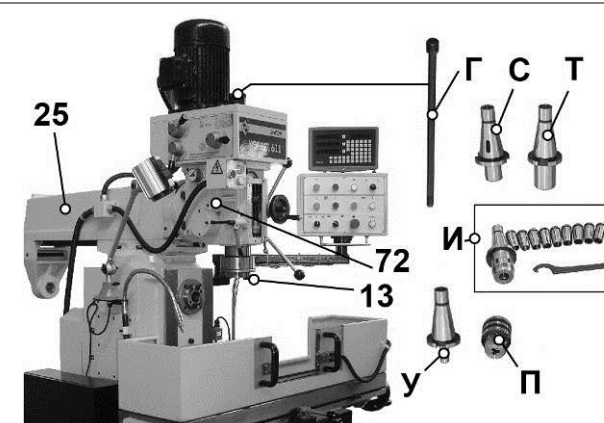

Рис. 37
10.8.7. На Рис. 37 показан фрезерный станок для фрезерной обработки вертикальным шпинделем (13). Для оборудования станка под выполнение сверлильных работ свёрлами с цилиндрическим хвостовиком необходимо установить сверлильный патрон. Для чего:
- в сквозное отверстие шпинделя (13) вставьте шпильку вертикального шпинделя (Г) «длинный шомпол»;
- в конус шпинделя (13), ориентируясь на замок, установите оправку (У). Вкручивая шомпол (Г) в резьбовой хвостовик, надёжно закрепите оправку (У);